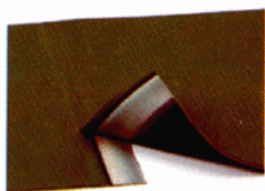

Рис. 5 - УГЛ. СОЕД.
- **Соединение внахлест** (рис. 5, 6): требуется для некоторых ремней и специальных случаев, как альтернатива традиционному двойному и тройному Z-образному способу.